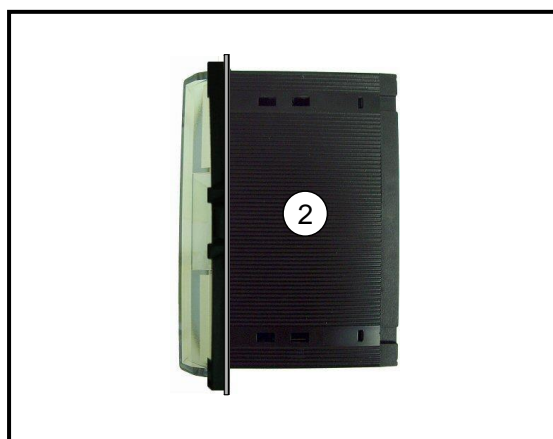

Fig. 3.2 – Custodia completa di coperchio
Il contenitore è dotato di asole laterali per alloggiare appositi morsetti a vite per il fissaggio al retro del pannello frontale del quadro (Fig. 3.2). Per il montaggio procedere come segue:
2. portare quest'ultimo in posizione (Fig. 3.2)